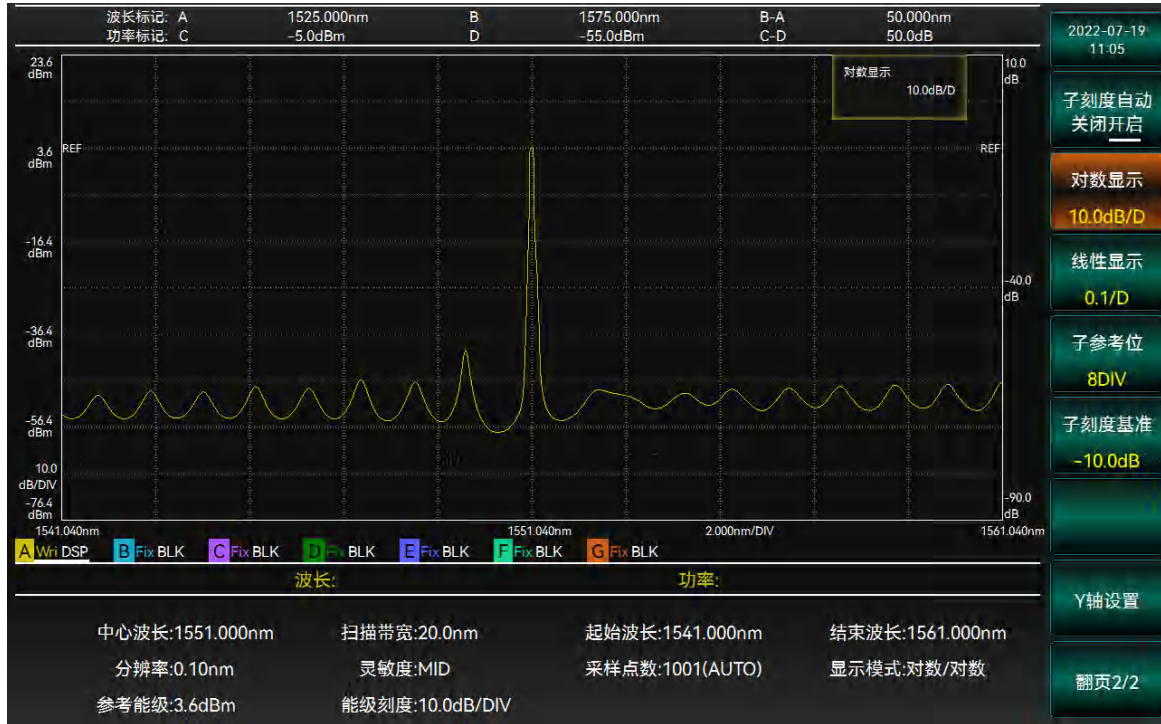

图 3-23 设置子参考对数刻度界面
2. 选择【对数显示】，通过旋钮或者数字键输入对数刻度值，完成设置，操作界面如图 3-23 所示。